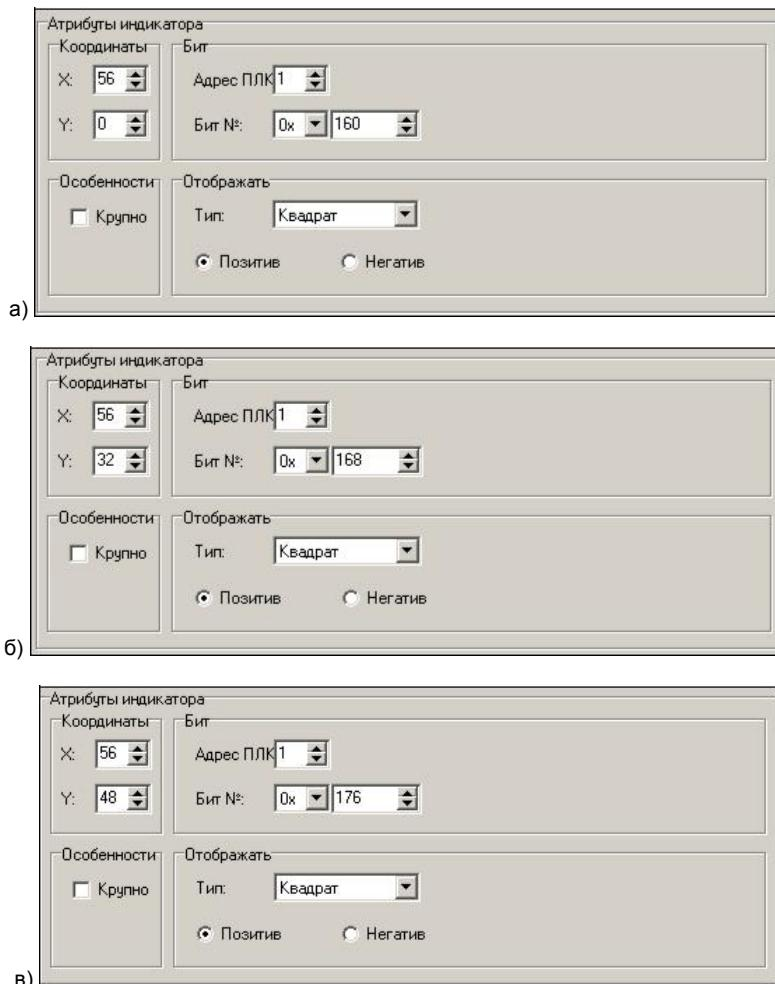

Рис. 7.17. Атрибуты индикаторов (а – «1 Магнит», б – «2 Магнит», в – «3 Магнит»)
14.2 Используя элемент «Индикатор», создать поля индикаторов «1 Магнит», «2 Магнит», «3 Магнит». Приемы работы с элементом описаны в п. 4.8. Значения атрибутов индикаторов см. рис. 7.17, а, б, в.